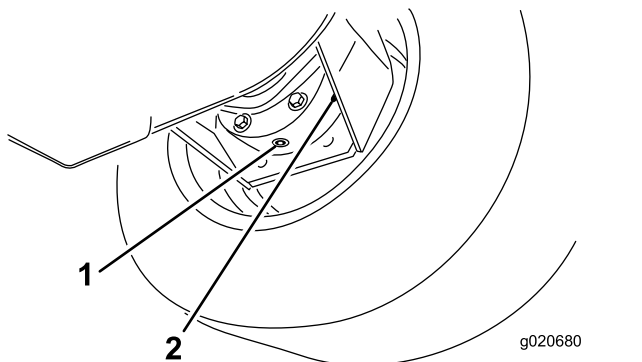

Figura 84
3. Coloque un recipiente debajo del alojamiento del freno, retire el tapón y deje que se drene el aceite (Figura 84).